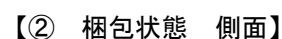

Fig.8-2 梱包状態図
- 尚、下図 (Fig.8-2) は推奨参考例ですが、ハーネス長が長いなどの理由で他の梱包方式でご利用される場合にも段積みによる加重等の負荷がコネクタに長時間加わらない様ご配慮をお願い致します。
※梱包箱底面には、緩衝材等を敷いてください。また、段積みによる荷重等の負荷がコネクタに長時間加わらない様に、緩衝材を敷く等の御配慮をお願い致します。(Fig.8-2 ②)